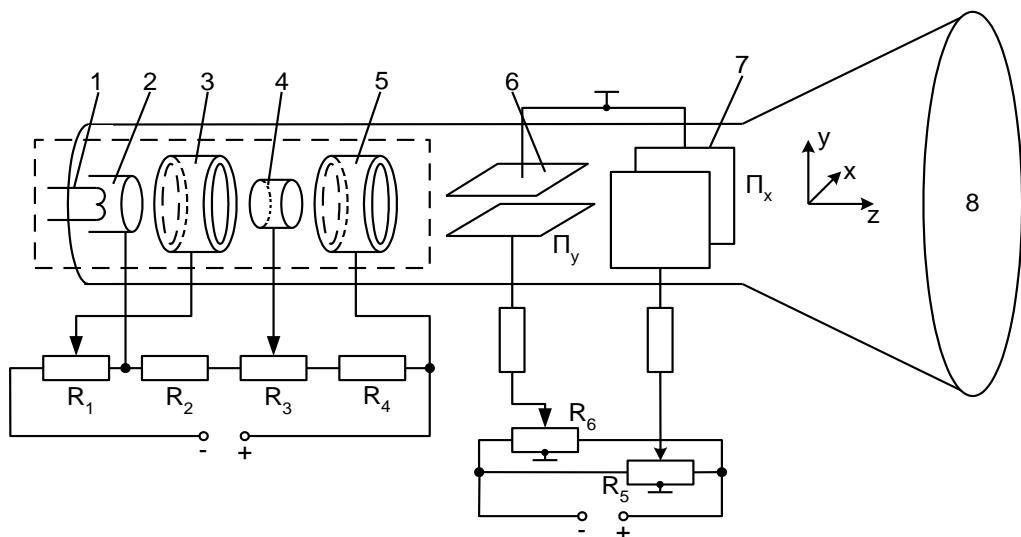
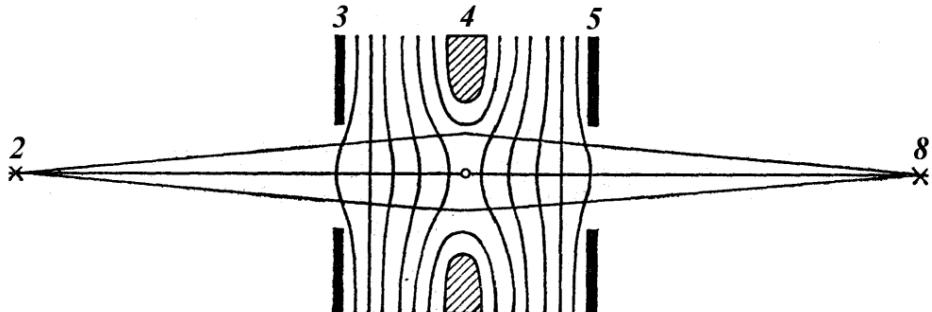

Рис. 4.3.
Рис. 4.4.
Эквипотенциальные линии в этих областях имеют форму, аналогичную поверхности выпуклой оптической линзы (рис. 4.4), и образуют две так называемые электростатические линзы. Когда электроны пролетают через такие линзы, то скорость и направления их движения изменяются аналогично тому, что происходит со светом на границе оптических линз.
Рис. 4.4 соответствует случаю, когда источник электронов и его изображение находятся на одинаковых расстояниях от линзы. В реальной электронной пушке на рис. 4.3 напряжение на фокусирующем электроде обычно подбирается таким образом, чтобы электрическое поле между электродами 3 и 4 образовывало короткофокусную линзу, сжимающую пучок электронов, а поле между электродами 4 и 5 - длиннофокусную линзу, формируя светящуюся точку на экране.
14. Используя рис. 4.3, объясните действие ручек регулировки яркости, фокусировки и положения пятна.
*Зарисуйте* схемы рис. 4.3.